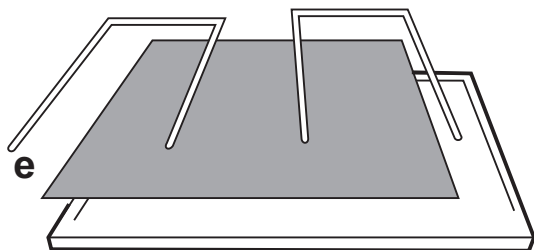

Fig. 3
3. Quite el dispositivo de bloqueo del filtro para grasas. **Fig. 3 (e).**